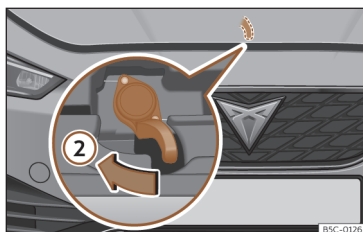

Fig. 218 Palanca bajo el capó.
- Para levantar el capó haga presión hacia la izquierda con la palma de la mano hacia abajo en la palanca situada debajo del capó, en el centro»» **fig. 218 ②**. Los ganchos de sujeción quedan desbloqueados.